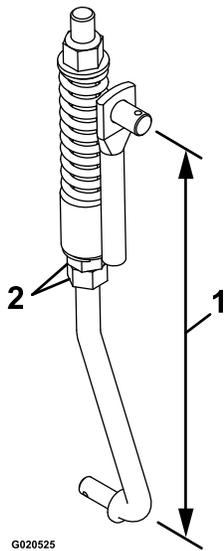

Bild 56
8. Stellen Sie die Gestängelänge mit den zwei Muttern an der Unterseite der vertikalen Feder ein (Bild 56).